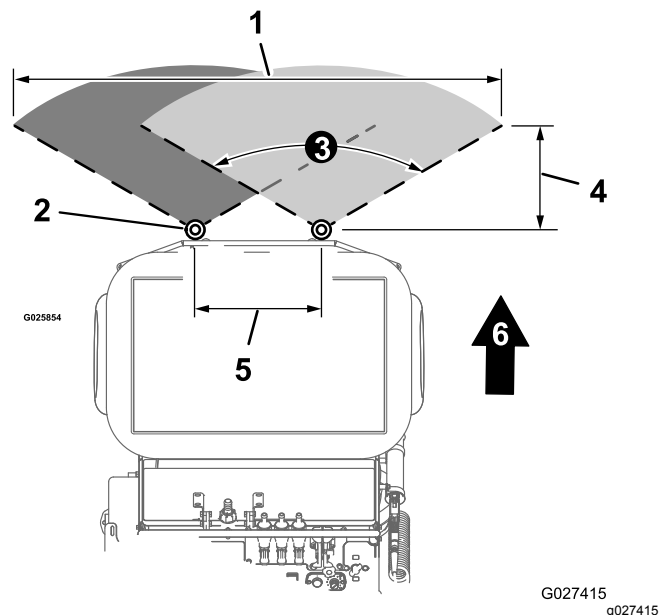

Figura 37
- El patrón de fumigación ancho (Figura 37) de esta máquina mide **274 cm (108")**.